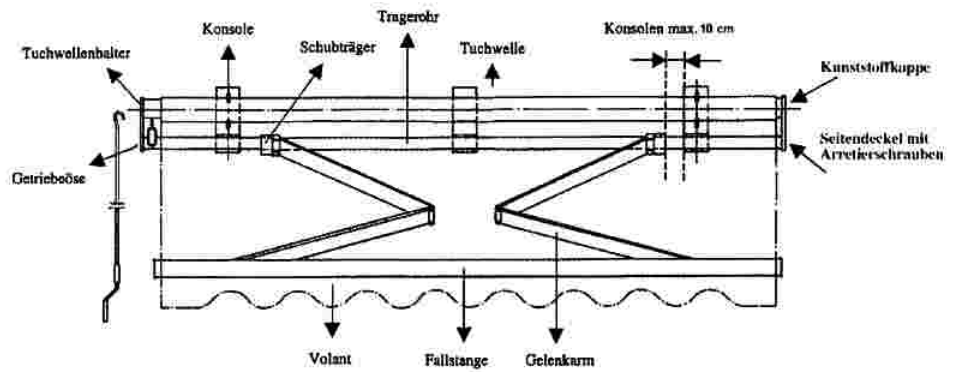

Bild 1 Hülsemarkise
2. Die Konsolen von hinten provisorisch auf das Tragerohr schieben und die Folie in diesem Bereich aufschneiden. Es muss hierbei dabei darauf geachtet werden, dass der Konsolenabstand **links und rechts, außerhalb** der Gelenkarmhalterung, nicht mehr als **10 cm** beträgt (Bild 1).
**Wichtig:** Die beiden äußeren Konsolen müssen im Abstand von nicht mehr als **10 cm** von der Gelenkarmhalterung nach außen angebracht werden. (Bild 1)
4. Damit die Markise richtig schließt, muss die Rundhülse nachgerichtet werden. Dazu sind die beiden Kunststoffkappen abzunehmen, und die beiden Arretierschrauben (Inbusschrauben) an der linken Seitendeckel der Rundhülse zu lösen (nicht entfernen), siehe Bild 1. **Bei Markisen ab einer Breite von 4,5 m wird die Rundhülse durch ein Mittellager gestützt, hier sind ebenfalls die Inbusschrauben zu lösen.**